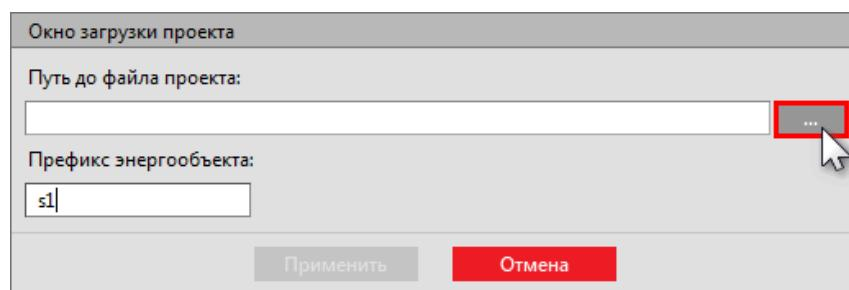

Рисунок 84 - Окно загрузки проекта
- Нажмите «...» и выберите файл проекта в формате *.ppf (Рисунок 84). Префикс энергообъекта оставьте по умолчанию.